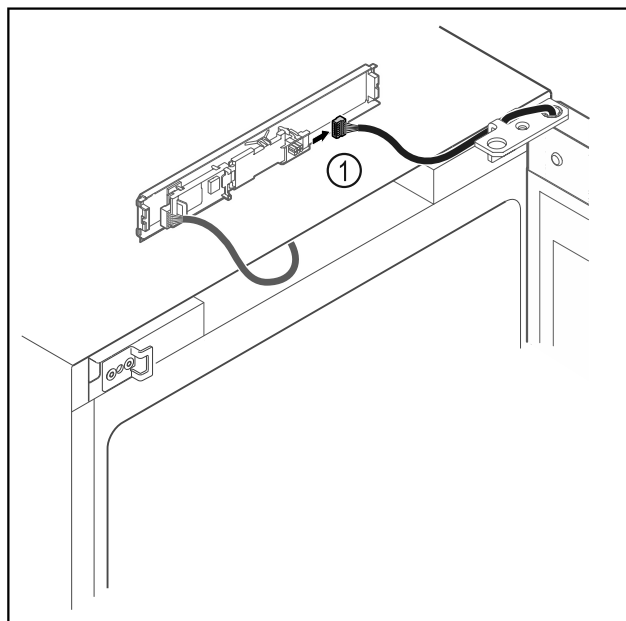

Fig. 16
- ▶ Débrancher le connecteur Fig. 16 (1) de la platine.